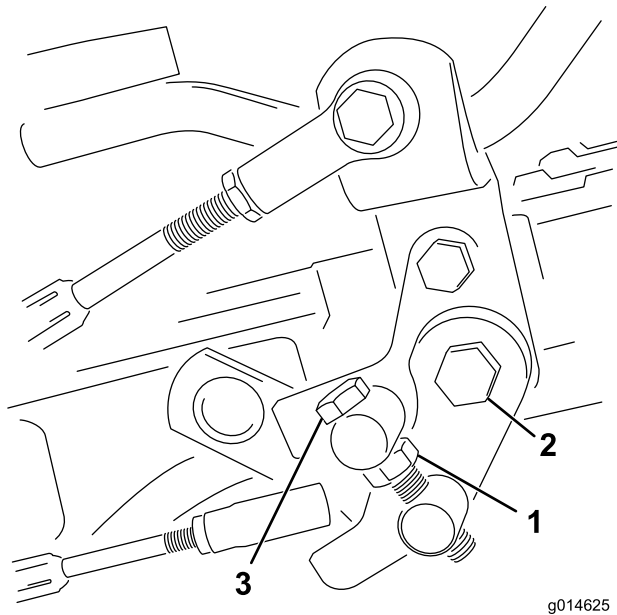

图53
1. 松开枢轴螺栓上的锁紧螺母（图53）。
4. 上紧枢轴螺栓上的锁紧螺母和踏板枢轴上的螺母，锁定调整（图53）。检查调整情况，并按需要调整。